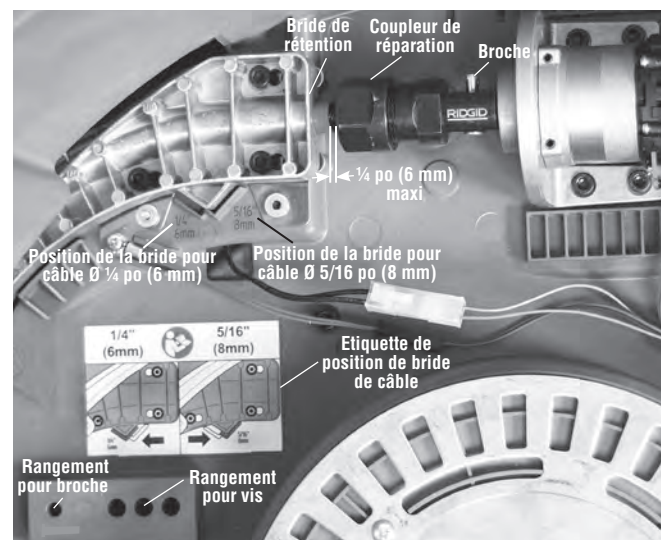

Figure 21 – Couvercle de la machine à récurer les conduits ouvert
14. Ouvrez la machine selon les instructions de la rubrique *Remplacement des câbles*. Essayez tout lubrifiant éventuel au niveau de la bride d'extrémité de câble (*Figure 21*).
- Retirez les vis de la bride de retenue du câble, puis enlevez la bride (*Figure 21*). Un évidement est prévu à côté de la bride de câble pour le rangement des trois vis de bride et de la broche du câble.
- Inversez le processus pour réassembler. Assurez-vous que la gaine du câble recouvre bien le câble. Un maximum de 1/4 po (6 mm) de câble doit être exposé (*Figure 21*).
de son installation. La position de la bride changera lors du remplacement d'un câble de 1/4 po (6 mm) par un de 5/16 po (8 mm) ou vice-versa (*Figure 21*). Le bon fonctionnement du système d'embrayage I-Clutch dépend de la position de la bride de câble. Le système I-Clutch est réglé par la position de la bride de câble.